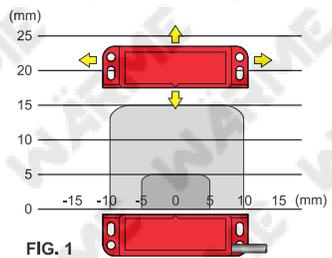

FIG. 1
N.B.: Le aree di attivazione mostrate in fig. 1 e fig. 2 sono indicative.